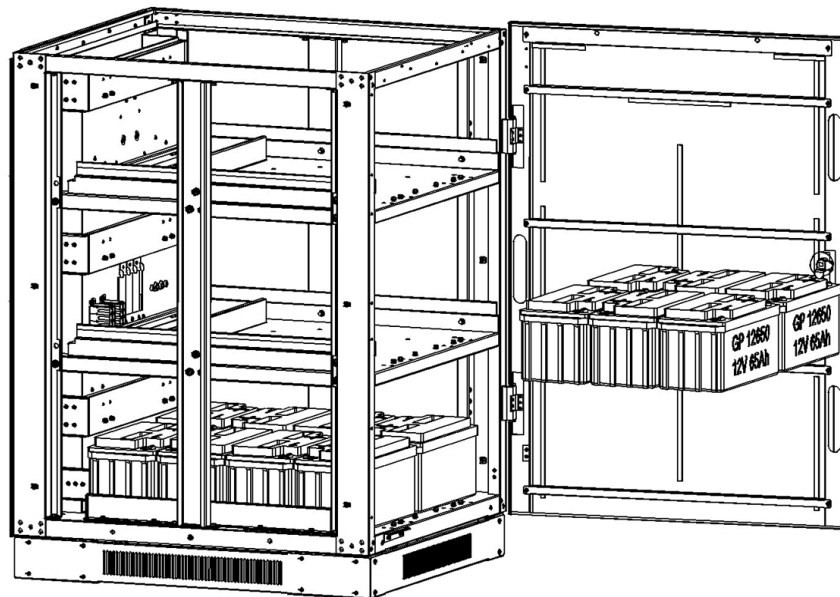
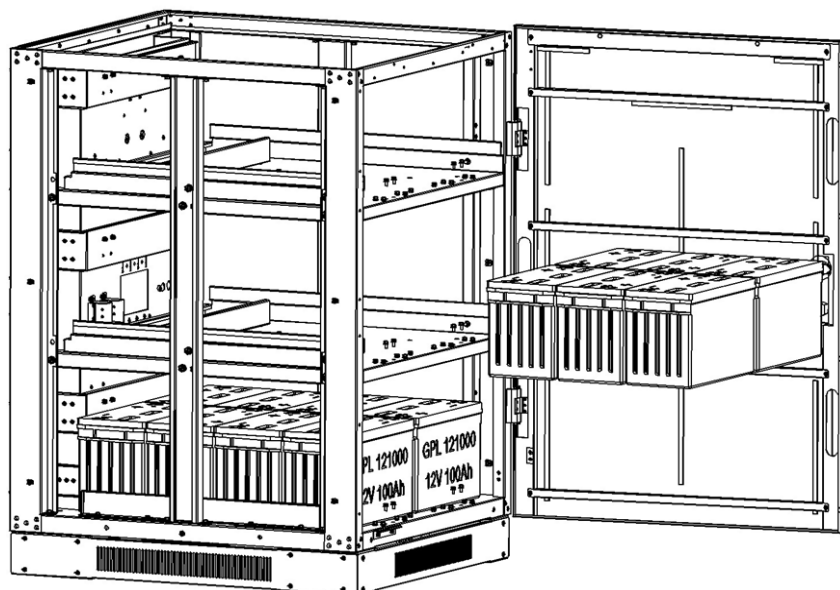

Figura 5-11: Modelo BP240V65-NIB
Figura 5-12: Modelo BP240V100-NIB
5. Instale 6 módulos de baterías en la capa 2 (Figura 5-11: Modelo BP240V65-NIB o Figura 5-12: Modelo BP240V100-NIB).